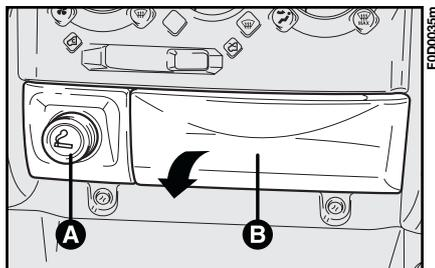

fig. 117
**1** - premere il pulsante **A**-fig. 117 per inserire l'accendisigari; dopo circa 15 secondi il pulsante torna automaticamente nella posizione iniziale e l'accendisigari è pronto per essere usato.